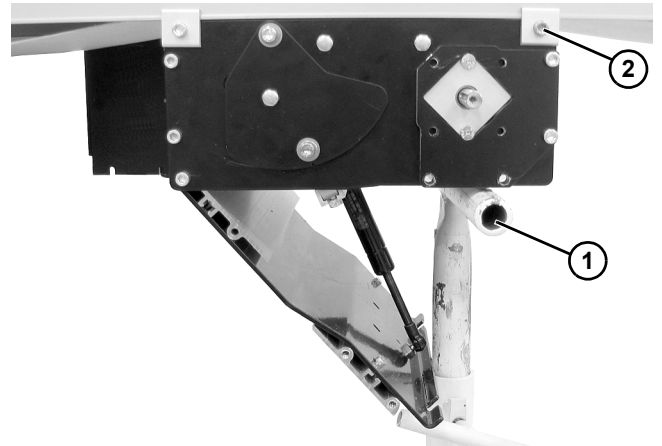

Figura 49
1. Coloque soporte temporal (Figura 49, parte 1) bajo el módulo regulador.